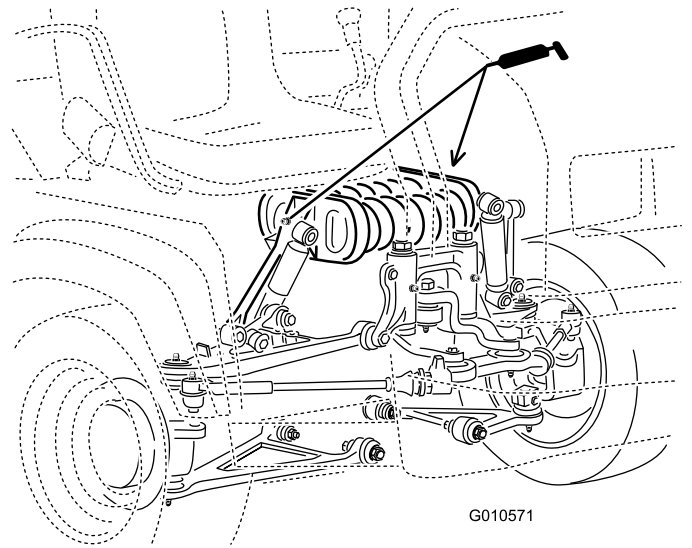

Bild 30
- Federstangen (2); siehe Bild 30